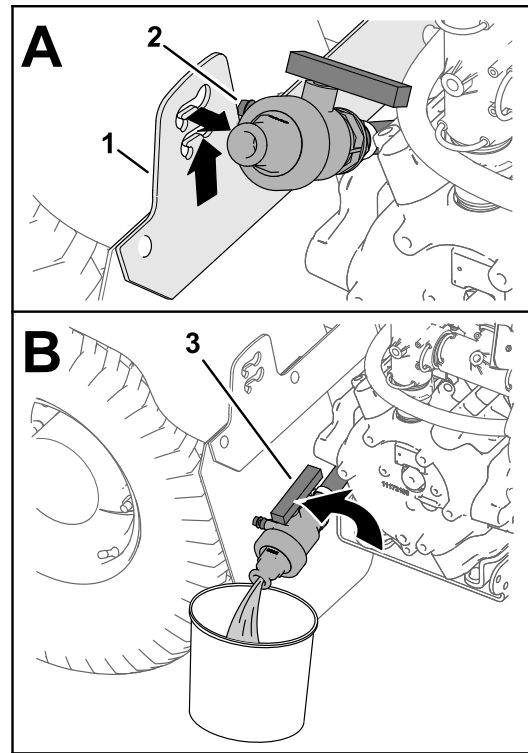

Figura 86
3. Levante la válvula hasta que los espárragos de montaje de la válvula salgan de las ranuras del soporte de la válvula de vaciado, y mueva la válvula hacia atrás (Figura 86, A).
4. Alinee el extremo de la válvula con el recipiente de vaciado y gire la palanca de la válvula a la posición de abierto (Figura 86, B).
5. Cuando el depósito se haya vaciado por completo, gire la maneta de la válvula de vaciado a la posición de cerrado y monte la válvula en el soporte de la válvula de vaciado (Figura 86, B y Figura 86, A).